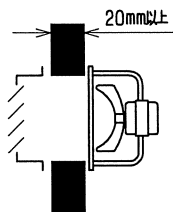

図1. 羽根が据付面から出ない場合
16. 有圧換気扇と組合わせて使用する場合は図1、2のように据付けてください。